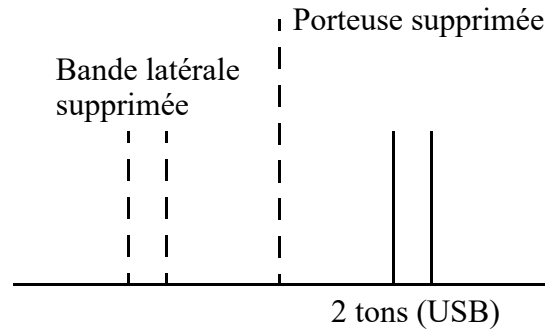

Figure 2.64 Dans le cas de la RTTY, les deux tons sont bien entendu émis en alternance selon la modulation (niveaux binaires).
- Soit l'émetteur est modulé par 2 tons BF en alternance, en mode SSB (AFSK – *Audio Frequency Shift Keying* – littéralement manipulation par décalage de la fréquence audio) selon la **Figure 2.64**.